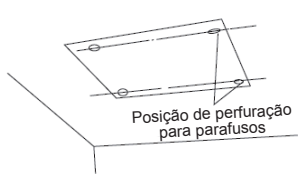

Fig. 5
- (1). Utilizando o modelo de instalação, perfure orifícios para parafusos (quatro orifícios). (Fig. 5)